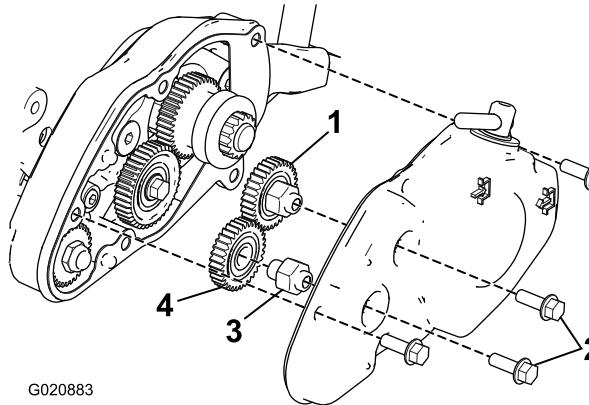

图15
5. 将之前卸下的中心齿轮按压到齿轮毂上（图15）。
6. 如图15 所示，用 2 个凸缘头螺栓将中心齿轮、齿轮毂总成和正向旋转套件的齿轮总成安装到盖子上。